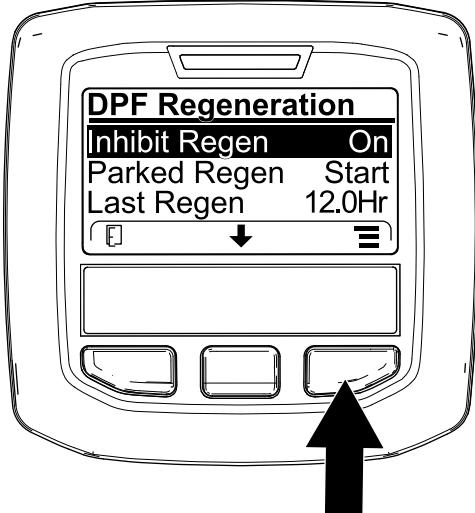
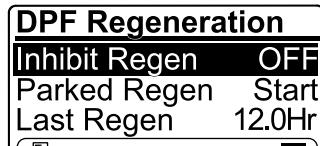

Figure 35
Figure 36
1. Ouvrez le menu DPF Regeneration (régénération du FAP), appuyez sur le bouton central pour naviguer jusqu'à l'option INHIBIT REGEN (interdiction de régénération), et appuyez sur le bouton droit pour la sélectionner (Figure 35).
2. Appuyez sur le bouton droit pour changer l'option d'interdiction de régénération de On (activée) à Off (désactivée) (Figure 35) ou inversement (Figure 36).